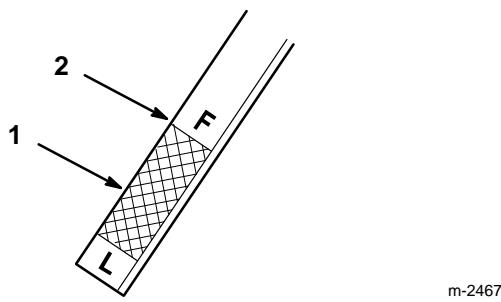

Abbildung 46
- Den Peilstab ganz in das Einfüllrohr schieben (Abb. 5). Den Peilstab herausziehen und das Metallende kontrollieren. Wenn die Hinterachse kalt ist, sollte das Öl im Betriebsbereich unter der FULL-Linie am Peilstab liegen (Abb. 46).